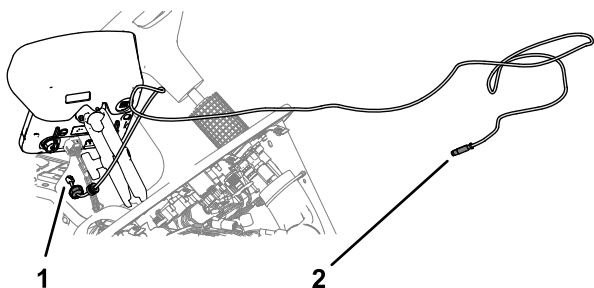

Рисунок 157
1. Направьте жгут проводов передачи данных модема с разъемом RS-232 с маркировкой X-CONSOLE (X-КОНСОЛЬ) в сторону монитора опрыскивателя (Рисунок 157).